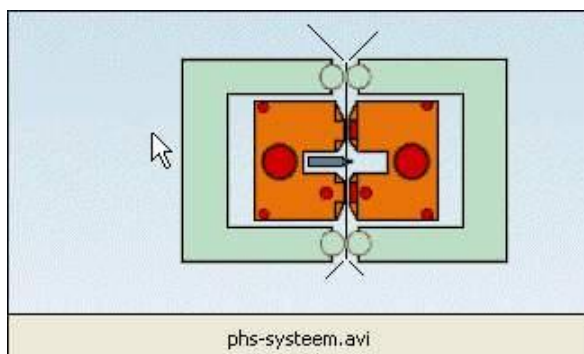

Abb. 11: PHS-Schweißsystem
- Zum Schweißen von PE-Folien mit unterschiedlichen Dicken; die Schweißnähte werden dabei nach dem Schweißen durch Druckluft gekühlt (siehe nachfolgende Abb.11)
Die Abb. 11 zeigt eine Skizze des PHS-Schweißsystems